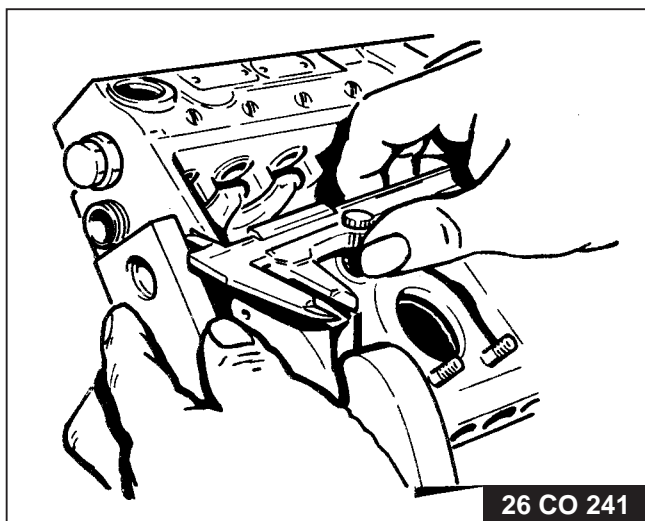

Fig. 6
- c. De nokkenas positie is juist ingesteld, als de afstand tussen de voorzijde van het pomphuis en het op de nokkenas geschoven kaliber 9-10 mm bedraagt (fig. 6). Zo nodig moet een dikkere of een dunnere stelring aan de reguleurzijde worden aangebracht.